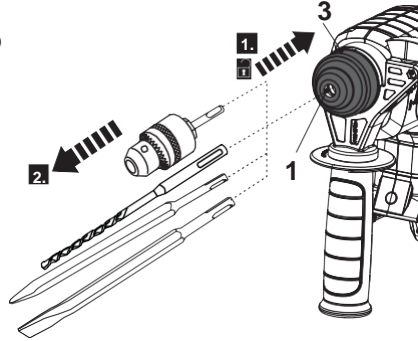

Fig. 4
1. Tire de la camisa del portabrocas (3) hacia atrás y manténgala en esta posición (Fig. 4, paso 1).
2. Retire la broca/cincel de la portabrocas (1) (Fig. 4, paso 2).